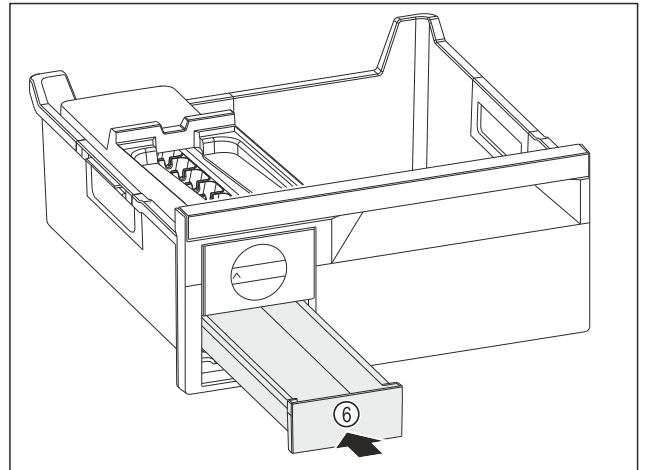

Fig. 188
- ▶ Spingere verso l'interno il cassetto del ghiaccio Fig. 188 (6).